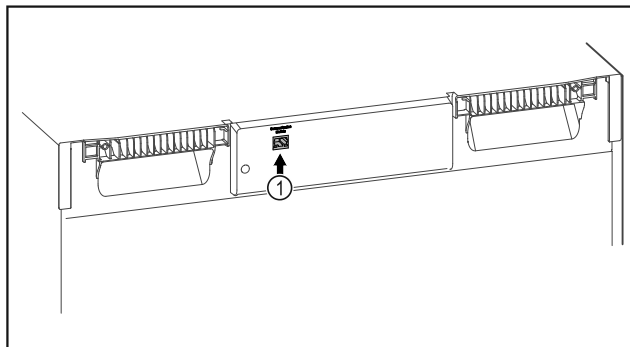

Fig. 136
- ❑ SmartModule Fig. 136 (1) je nasadený.